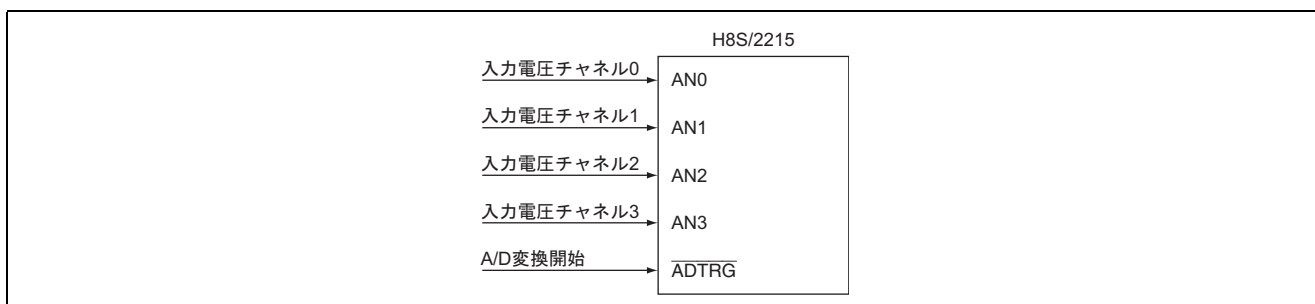

図 1 H8S / 2215 による電圧の測定ブロック図
- (1) 図 1 に示すように、4 チャンネルの電圧を H8S / 2215 に入力し、A / D 変換した結果を RAM に格納します。
- (2) A / D 変換器の起動は外部トリガにより行います。